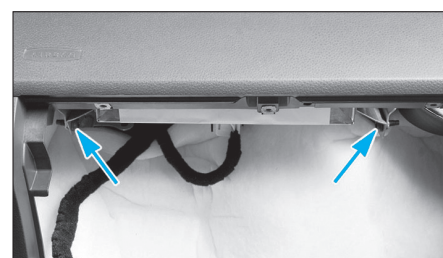

Fig. 50
• Dévisser les deux fixations (Torx de 30) qui maintiennent le module d'airbag frontal passager sur la traverse (Fig.50).